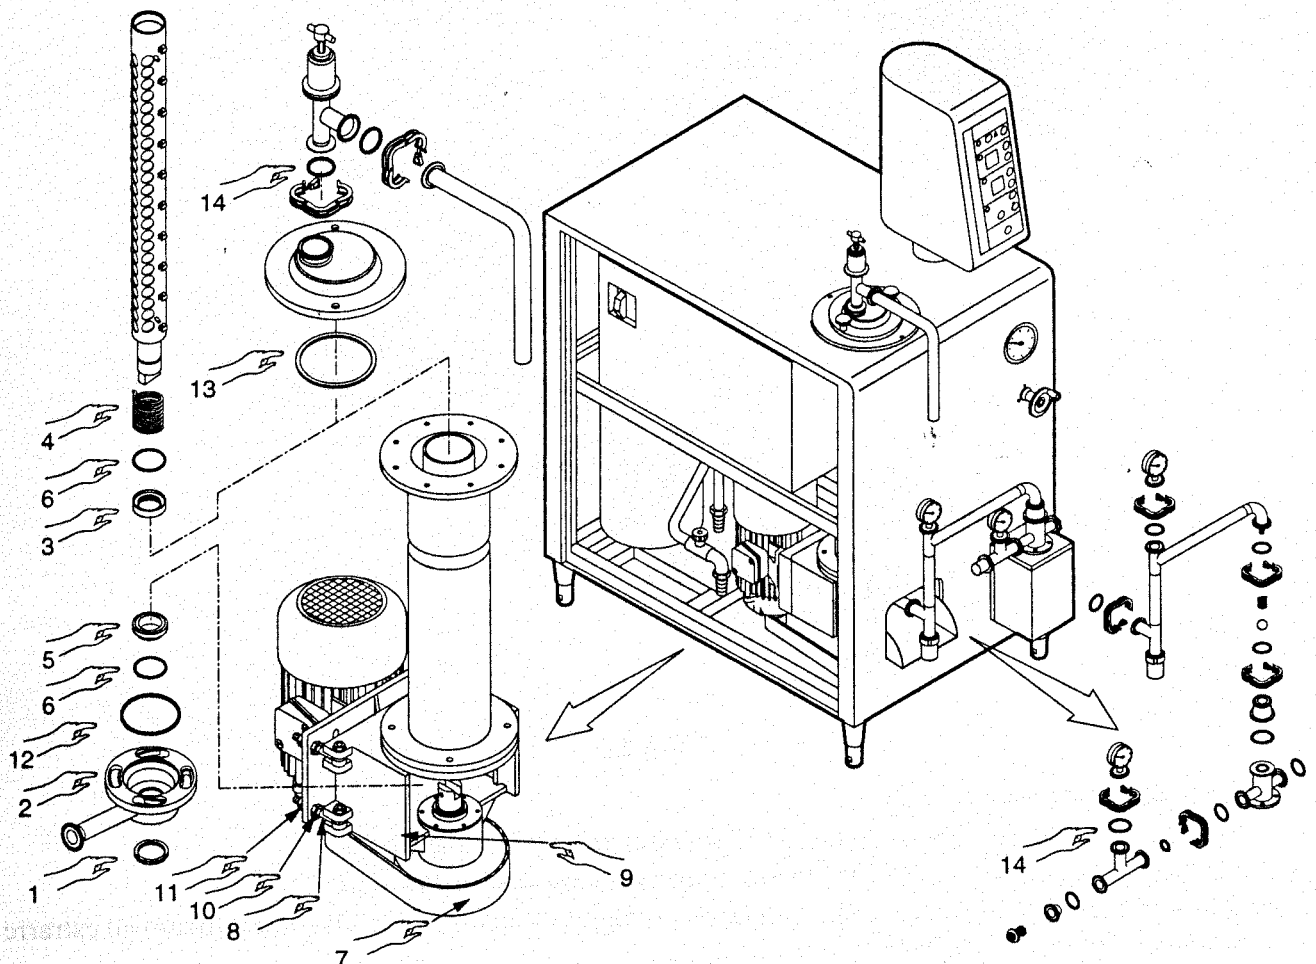

Fig.7.2
- Controllare la tenuta rotante (Part.3, Fig.7.2) montata all'estremità inferiore dell'albero sbattitore accoppiata alla boccaola (Part.5, Fig.7.2) fissata alla culatta (Part.2, Fig.7.2) mediante la ghiera (Part.1, Fig.7.2).
La tenuta rotante ha la sede (Part.3, Fig.7.2) riportata in metallo duro che, premuta dalla molla (Part.4, Fig.7.2), ruota contro la faccia della bronzina (Part.5, Fig.7.2).
Se le guarnizioni ad anello sono logore, sostituirle (Part.6, Fig.7.2).
- Controllare la cinghia (*Part.7, Fig.7.2*) che collega il motore principale all'albero sbattitore. La cinghia non deve essere eccessivamente tesa.
Se la cinghia fosse allentata, tensionarla agendo sui tiranti (*Part.8, Fig.7.2*) posti sulla fusione (*Part.9, Fig.7.2*) allentando i controdadi (*Part.10, Fig.7.2*) di fissaggio, ruotando i dadi (*Part.11, Fig.7.2*) e successivamente fissando con i controdadi (*Part.10, Fig.7.2*).
- Verificare la boccia (*Part.5, Fig.7.2*) strisciamento tenuta rotante.
- Verificare lo stato di usura della guarnizione (*Part.12, Fig.7.2*) ed eventualmente sostituirla.
- Controllare lo stato di usura della guarnizione (*Part.13, Fig.7.2*) ed eventualmente sostituirla.
- Guarnizioni (*Part.14, Fig.7.2*) collegamento tubi miscela/gelato